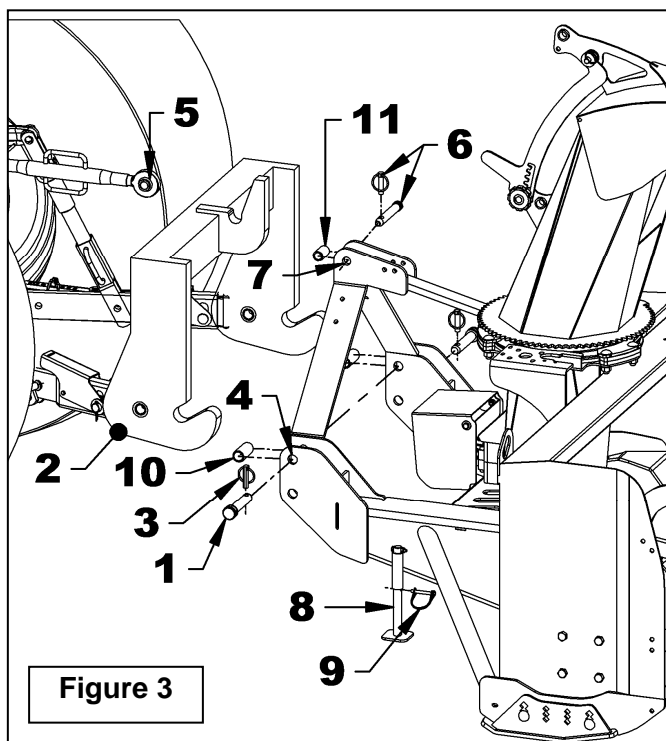

Figure 3
**NOTE :** Pour l'installation de la souffleuse avec une attache rapide deux coussinets 1 1/2" x 2 1/8" (668059) (item 10) et un coussinet 1 1/4" x 1 7/8" (668058) (item 11) sont nécessaire, mais ils ne sont pas fournis avec la souffleuse.
- 1. Figure 3:** S'assurer que le pied de stationnement est abaissé. Pour se faire, retirer la goupille de verrouillage ronde (item 9) du pied de stationnement (item 8), abaisser le pied de stationnement et insérer la goupille de verrouillage ronde (item 9) sous le tube de fixation.
- 2. Figure 3:** Insérer un coussinet 1 1/2" x 2 1/8" (item 10) entre les plaques d'attache inférieure et bloquer dans le trou supérieur (item 4) avec une goupille (item 1) et une goupille à anneau 7/16" (item 3). Répéter l'opération pour l'autre côté.
- 3. Figure 3:** Insérer le coussinet 1 1/4" x 1 7/8" (item 11) entre les plaques d'attache supérieure de la souffleuse (item 7) et bloquer avec la goupille et la goupille à anneau (item 6) fournies avec le tracteur.
- 4. Figure 3:** S'assurer que les loquets de l'attache rapide (item 2) sont bien fermés. Descendre le 3-Points pour que les crochets de l'attache rapide (item 2) soient plus bas que les goupilles et les coussinets de la souffleuse (items 1 et 10). Reculer le tracteur lentement jusqu'à ce que les crochets soient sous les goupilles et les coussinets de la souffleuse (items 1 et 10). Relever ensuite le 3-Points jusqu'à ce que les loquets de l'attache rapide (item 2) se referme sur les goupilles avec les coussinets de la souffleuse (items 1 et 10) pour verrouiller le système.
- 5. Figure 3:** Ajuster la souffleuse à l'aide du bras supérieur du tracteur (item 5) de manière à ce que la souffleuse soit perpendiculaire au sol.
- 6. Figure 3:** Relever le pied de stationnement. Pour se faire, retirer la goupille de verrouillage ronde (item 9) du pied de stationnement (item 8), monter le pied de stationnement et insérer la goupille de verrouillage ronde (item 9) au-dessus du tube de fixation.